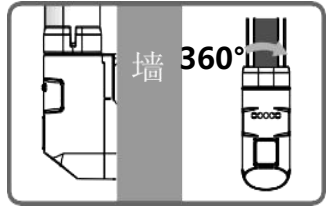

图9.光栅固定在墙上，左右格进联动杆体进行对焦调试图
- ①若J8设置继电器在常闭状态下，一直保持吸合；
- ②若J7J8设置继电器在常开状态下，一直保持断开。
- D. 完成对焦调试，拧紧上下管塞上的螺丝，锁定光栅不得再旋动（如图9）安装好内盖，固定好管塞，趟好管塞外盖，抹干净光栅铝管上的灰尘，完成光栅的安装调试工作。